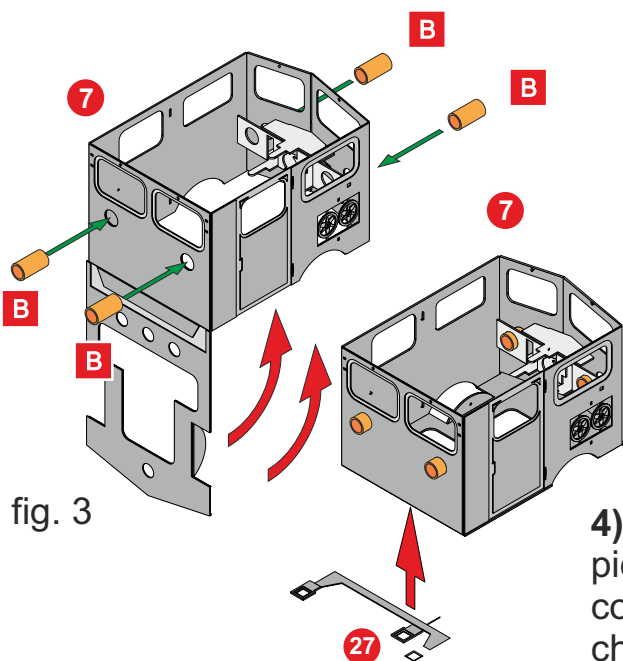

fig. 3
**3)** Chiudere la cassa come mostrato in fig 3. Preparare 4 spezzoni di tubicino in rame da 2mm [ B ] di diametro con lunghezza 4 mm lavorandoli con la lima nella parte anteriore. Questo al fine di ottenere una leggera conicità simulante la cornice anteriore dei fari. Inserire i tubicini nei quattro fori indicati dalle frecce verdi. il tubicino dovrà essere lasciato sporgente 1mm dalla parte esterna della cassa. Saldare infine la parte 27 nello scasso inferiore della cassa n°7, avendo accortezza di spianare a filo la saldatura con una limetta.